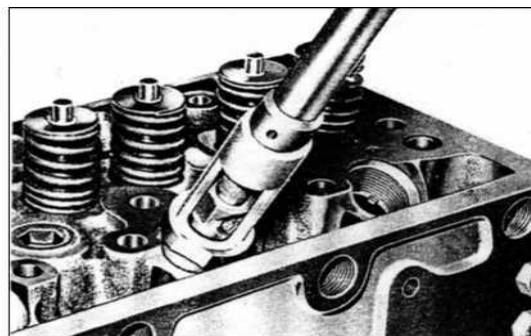

РИС. 73
- 6) Установите форсунки на головку блока цилиндров и затяните гайки крепления с усилием 7 кг-м (см. рис.73). Используйте новые медные уплотнительные шайбы для форсунок.